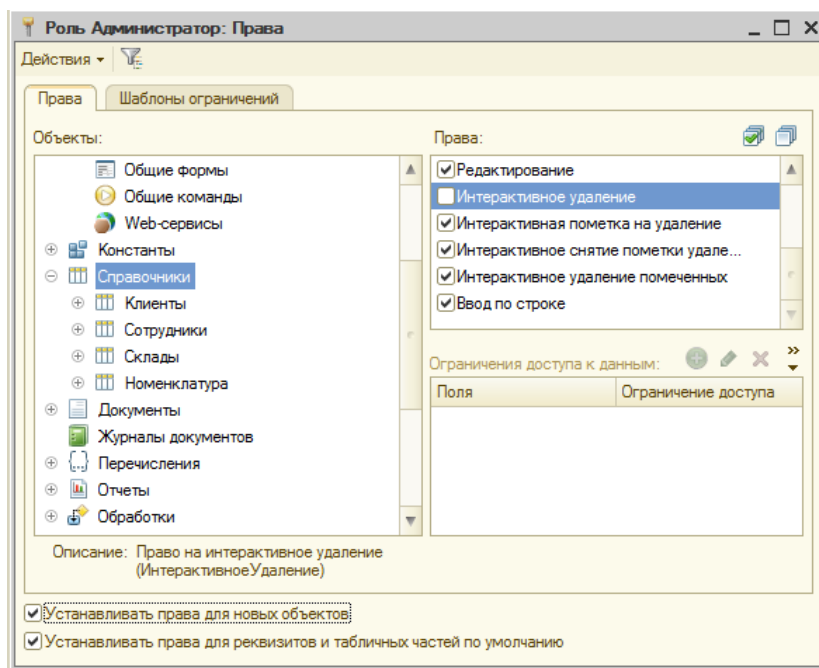

Рисунок 116 Настройка прав
4. Внизу окна поставьте галочку «Устанавливать права для новых объектов» (рис. 116).